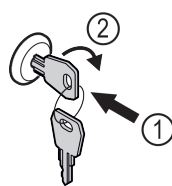

Fig. 172 Vejledende illustration
- ▶ Sæt nøglen i Fig. 172 (1).
- ▶ Drej nøglen 90° med uret Fig. 172 (2).